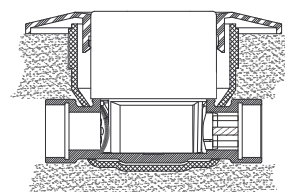

Abb. 9
- 2.15 Bei Unterputzinstallation Rosette aus Verpackung entnehmen und, sofern durch große Einbautiefe erforderlich, mit ein bis drei Verlängerungshülsen aufstecken. Für Einbautiefen unter 25 mm muss eine spezielle Rosette bestellt werden. Rosette (ggf. mit Verlängerungshülsen) auf die Zählwerkshäube bis zum Anschlag an der Wand schieben (Abb. 9).